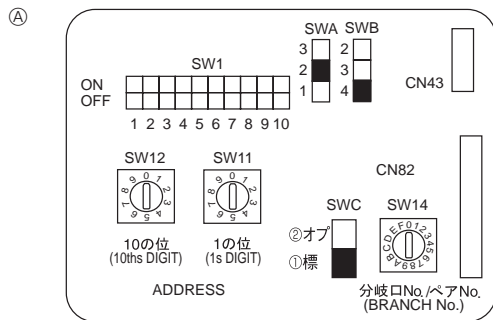

Fig. 4-4
4.5. Configuration des adresses (Fig. 4-4)
④ Tableau d'adresses
4.6. Réglage des interrupteurs pour différentes hauteurs de plafond (Fig. 4-4)
④	4 directions	2,7 m, 8,9 pieds	3,2 m, 10,5 pieds	4,5 m, 14,8 pieds
③	3 directions	3,0 m, 9,8 pieds	3,6 m, 11,8 pieds	4,5 m, 14,8 pieds
②	2 directions	3,3 m, 10,8 pieds	4,0 m, 13,1 pieds	4,5 m, 14,8 pieds
4.7. Détection de la température ambiante à l'aide du capteur intégré de la commande à distance (Fig. 4-4)